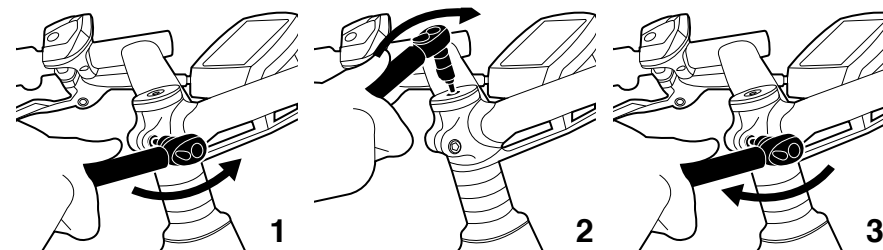

Figure 12. Étapes pour le réglage du jeu de direction
Le jeu de direction est composé de deux roulements et cuvettes placés à chaque extrémité de la douille. Tous les vélos Moustache disposent d'un jeu de direction « A-head » : le réglage du jeu se fait par l'intermédiaire du capot rond qui se trouve sur le dessus de la potence (Figure 12).
1. Dévissez la ou les vis de la potence comme à l'étape 1 de la Figure 12.
2. Vissez ensuite progressivement et sans forcer la vis dans le capuchon jusqu'à la disparition du jeu comme l'étape 2 de la Figure 12.
4. Resserrez la ou les vis de la potence suivant les couples recommandés comme l'étape 3 de la Figure 12.